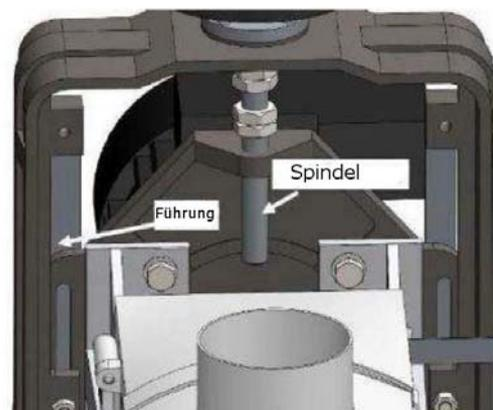

Abb. 26: Schmierung
1. Tauschen Sie ein schadhaftes Schleifband sofort aus. Überprüfen Sie in regelmäßigen Abständen die korrekte Einstellung des Vorschubbandes. Schmieren Sie monatlich alle bewegten Teile (Abb.26) wie Gewindespindel, Scheiben und Lagerbuchse einschließlich der Höhenanschlag, Gleitflächen und Buchsen, die mit dem Höheneinstellmechanismus verbunden sind. Verwenden Sie hierfür kein Öl oder Fett, da es dazu neigt, Sägemehl zu binden.